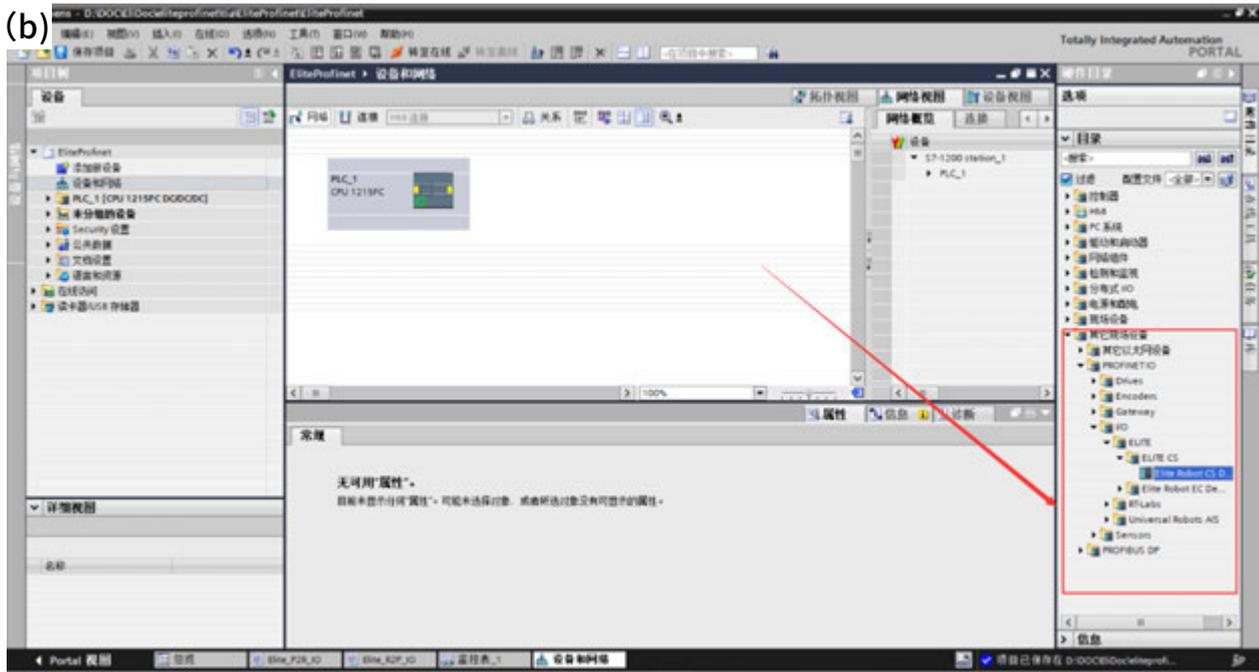

図 15-2 設備とネットワークの追加
1) 左側項目ツリーにおける「設備とネットワーク」をダブルクリックする、図 15-2 (a) に示す。ダブルクリックするか、右側のハードウェアディレクトリにドラッグする、詳細なルート：「他の現場設備」> PROFINET IO> IO> ELITE> ELITE CS> Elite Robot CS Device」、図 15-2 (b) に示す。